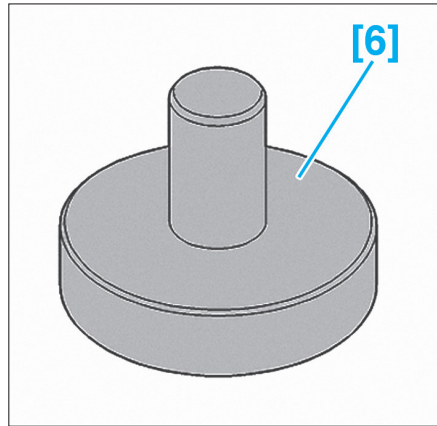

FIG. 51
- [6]. Outil de mise en place de la cible de capteur de roue (Fig.51).